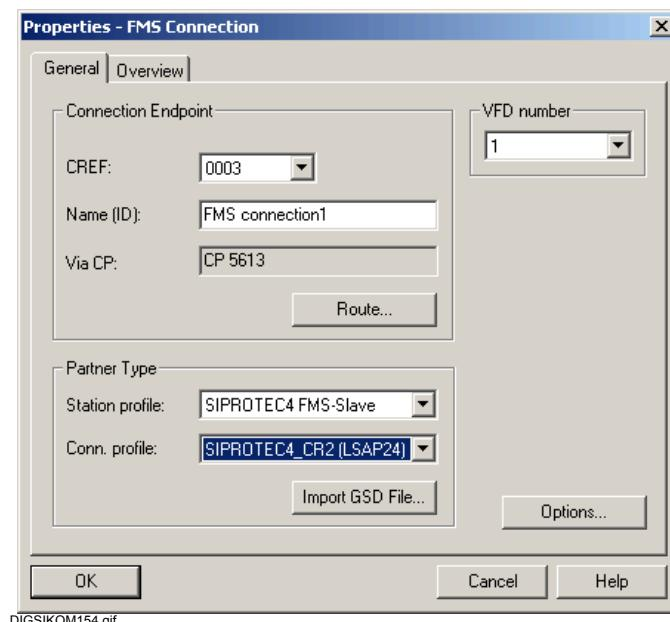

Рис. 7-60 Свойства - FMS соединение
- Измените свойства **FMS Connection (FMS соединения)** и выберите станцию и профиль соединения (см. Рис. 7-60). Нажмите **OK**.